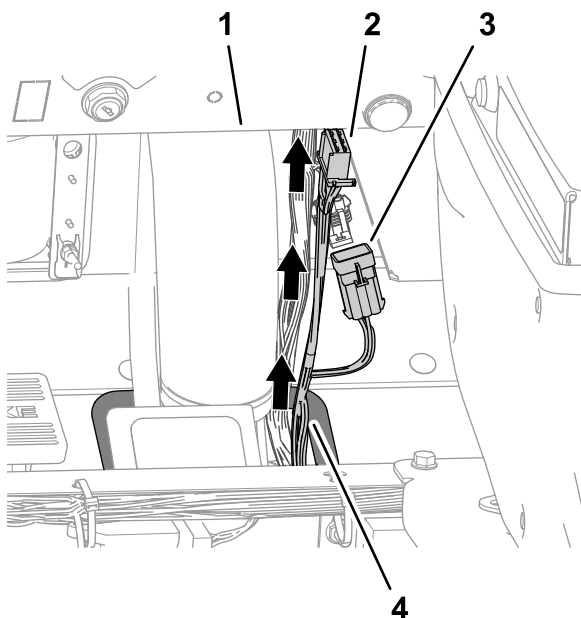

**Figura 18**
1. Passe o ramal de 108 cm da cablagem para cima ao longo da cablagem frontal da máquina e através do olhal na placa do piso (Figura 18).